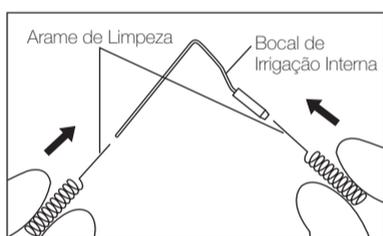

Fig. 10
- 1) Limpe o bocal de Irrigação interna e o bocal de pulverização externa (interna e externa) com o arame de limpeza (Fig. 10, 11).
- 2) Introduza o tubo de irrigação em cada bocal de Irrigação e lave-o com água limpa (Consulte 3. (1)(2)).